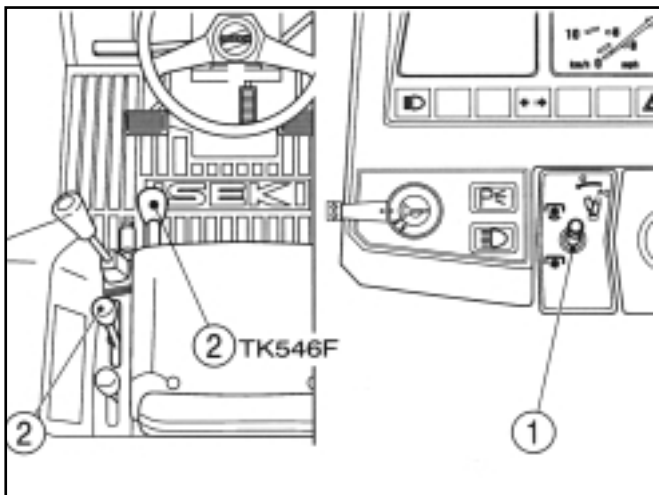

FIG. 52 / ABB. 52 / FIG. 52
La prise de force arrière et celle au milieu sont commandées par le contacteur (1) illustré dans la Fig. 52.
Le levier (2) de la prise de force arrière est utilisé pour sélectionner la position de fonctionnement des engrenages dans le carter arrière (Fig. 52).
Der in Abb. 52 gezeigte Zapfwellenschalter (1) steuert die hydraulische Kupplung zum Antrieb der Heckzapfwelle und der als Sonderausstattung erhältlichen, mittleren Zapfwelle.
Der Heckzapfwellenhebel (2) in Abb. 52 rückt die Heckzapfwelle ein und wählt die Übersetzung.
Einrücken der Heckzapfwelle -Sicherstellen, daß der Zapfwellenschalter auf AUS gestellt ist und den in Abb. 52 gezeigten Heckzapfwellenhebel (2) nach vorn in die Position "540" drücken, um die Räder (3) in Eingriff zu bringen.
De PTO-schakelaar (1) in Fig. 52 bedient zowel de achteraftakas als de middenaftakas (optie).
De hendel voor de achteraftakas (2) in Fig.52 regelt de keuze van de snelheid voor de achteraftakas in de achterbrug.